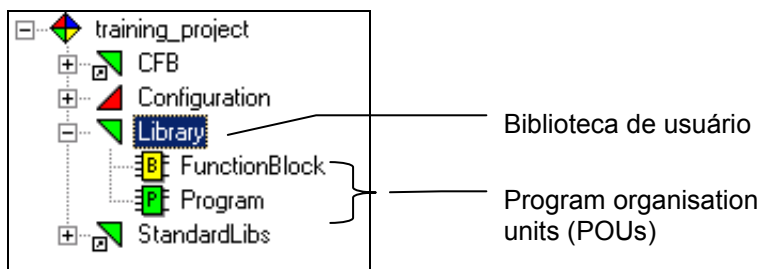

Fig. 47: Estrutura de projeto depois desse exercício
- ☐ Abrir o bloco funcional da Fig. 47 com clique duplo no símbolo do bloco funcional . O FBD Editor se abre e mostra as diferentes áreas onde é possível efetuar definições.